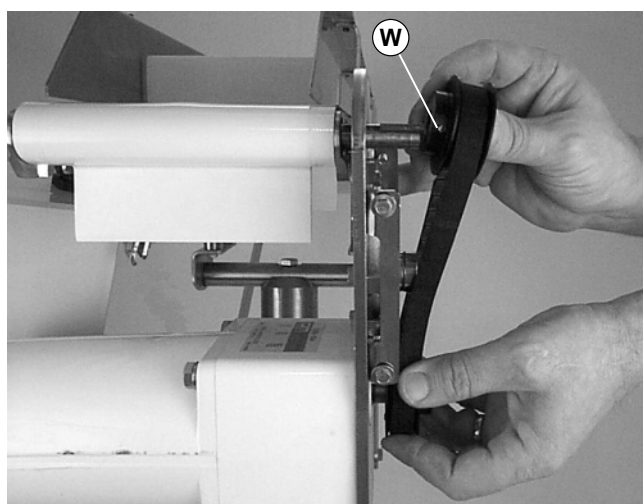

Abbildung 15
3. Zahnriemen ausbauen (O).
**HINWEIS:** Falls der Zahnriemen nicht über Antriebsscheibenflansch rutscht, die Stellschrauben der Abtriebsscheibe lösen (W siehe Abbildung 15), und die Antriebsscheibe mit dem Gurt ausbauen. Zum Wiedereinbau siehe Schritte 5 und 6 auf Seite 5 und 6.